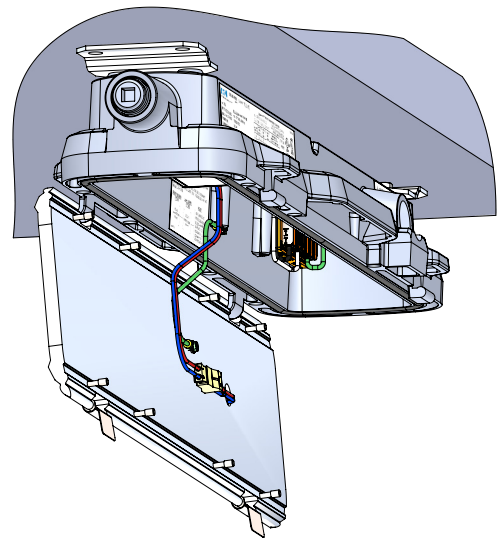

Figura 2. Posición de servicio abierta de la conexión del motor de luz LED
4. Tire de los sujetadores de retención para liberar el motor de luz de la carcasa del controlador y gire el motor de luz a la posición abierta mientras el motor de luz se apoya en los ganchos de la carcasa del controlador (consulte la Figura 2).